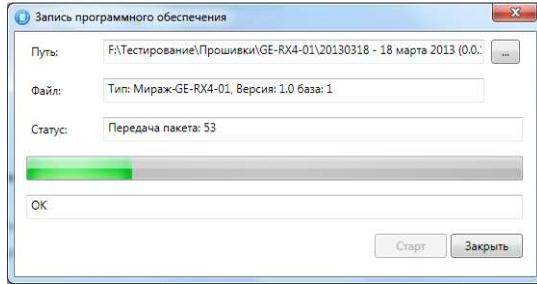

Рис.41 Запись программного обеспечения
- ✓ В появившемся окне *Запись программного обеспечения* в строке *Статус* (Рис. 41) будет отображено количество переданных пакетов прошивки;